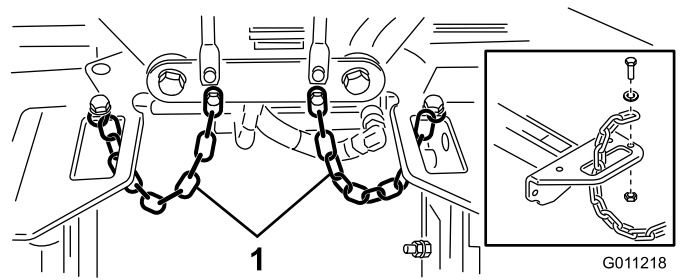

図 22
- 4. 各キャリアフレームのスロットにチッパーチェーンを下から上に通し、これらのチェーンをキャリアフレームの上に固定するキャップスクリュー、ワッシャ、ロックナットを使用。図 22。